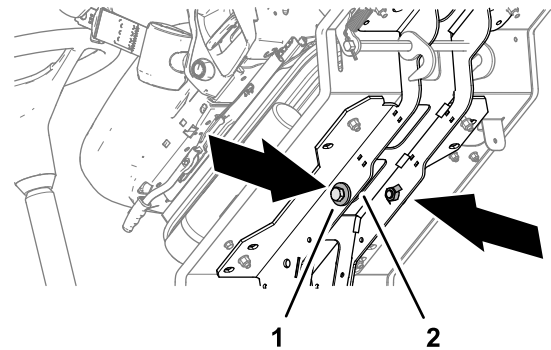

Figura 40
3. Incline a plataforma para a frente e remova os dois parafusos 12 x 40 mm e duas anilhas de 12 mm guardados nas calhas de suporte da plataforma (Figura 40).